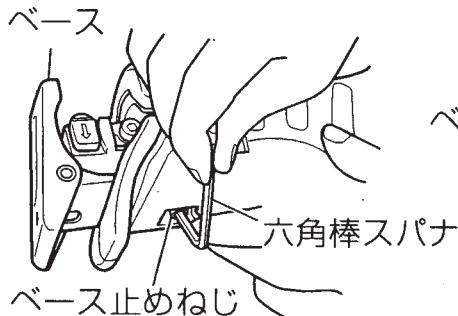
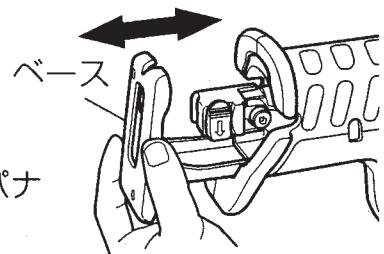

図14
図15
- (2) ベース止めねじを付属の六角棒スパナでゆるめて、ベースの取付け位置を調整します。(図14、図15)
- (3) ベースを調整した後、ベース止めねじを付属の六角棒スパナで十分に締付けてください。